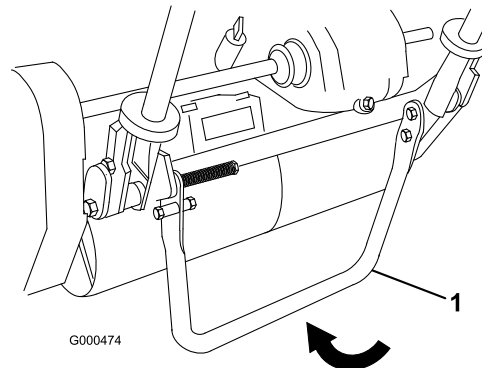

Figure 9
1. Abaissez la béquille avec le pied et tirez sur le support du guidon jusqu'à ce que la béquille bascule en avant (Figure 9).